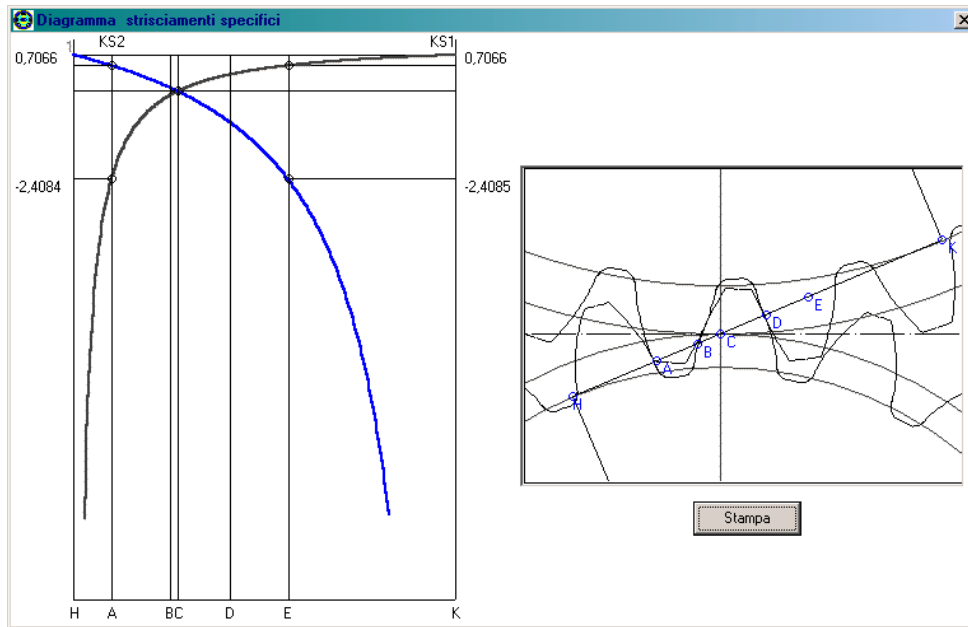

fig.38
■ Menu Opzioni: Diagramma strisciamento specifico (fig.38)